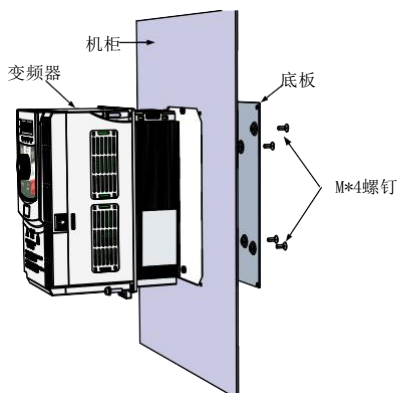

图3-3. X550变频器塑胶结构穿墙式安装图
- 2) 将变频器置入已按尺寸开好安装孔的机柜，并用M6的螺钉和螺母固定；具体见图3-3 X550变频器塑胶结构穿墙式安装图。